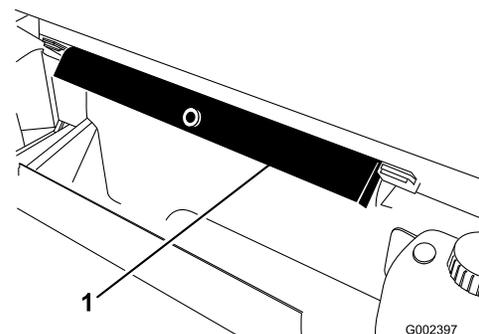

Figura 45
6. Retire el soporte de la plataforma de los soportes situados en la parte trasera del panel de protección anti-vuelco (Figura 45).